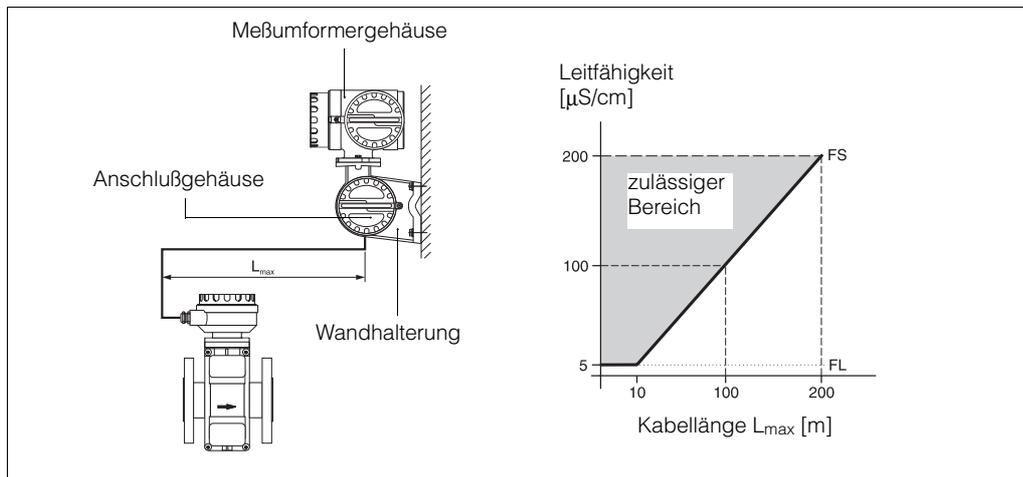

Abb. 26
- Die zulässige Kabellänge L_{max} zwischen Meßaufnehmer und Meßumformer wird bei einer Entfernung >10 m von der Leitfähigkeit des Meßmediums bestimmt (Abb. 26).